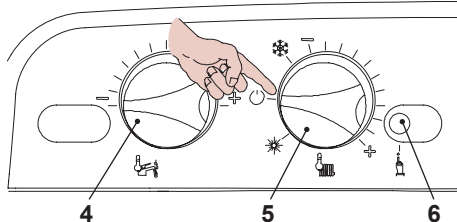

Fig. 6.7
- Spegnere la caldaia portando il selettore di funzione 5 sulla posizione "OFF" come in Fig. 6.7.